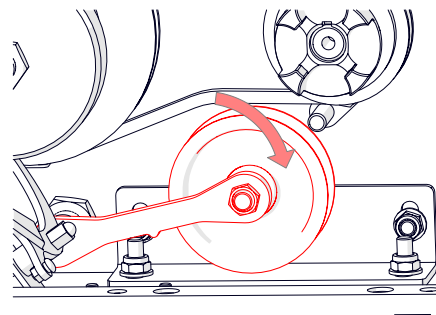

Fig. 15G - Regolare la puleggia per evitare il contatto con la cinghia nella posizione disinserita.
9. Regolare la puleggia in modo che, quando la leva di comando è disinserita, poggi sulla staffa di supporto (Fig. 15G) evitando per quanto possibile il contatto con la cinghia.